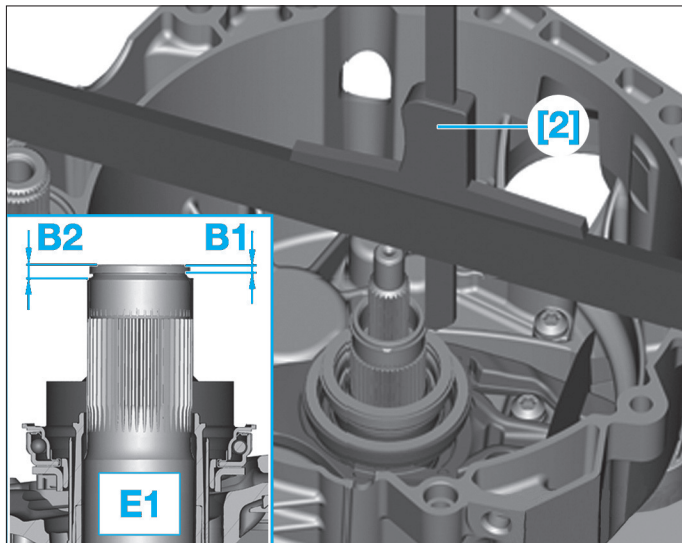

Fig. 7
- Mesurer l'écartement (B1) et (B2) par rapport au circlip (Fig.7) et noter le résultat obtenu.